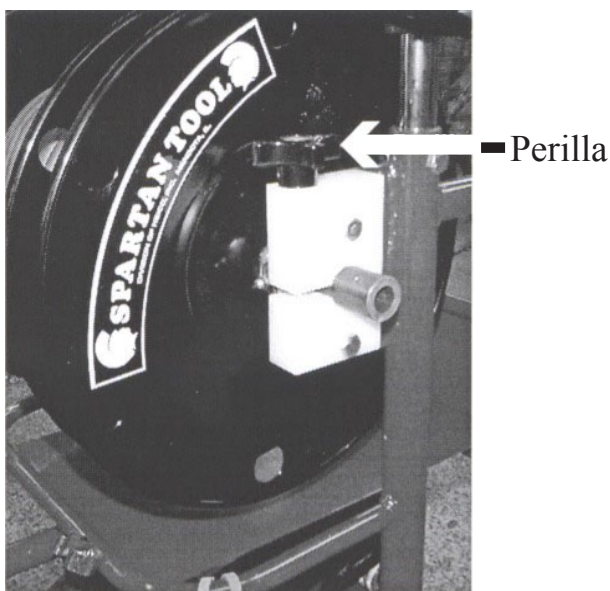

Fig. 3
3. Gire la perilla plástica, al costado del bastidor de soporte del carrete, en sentido antihorario (hacia la izquierda) para soltar la manguera del carrete (Fig. 3).